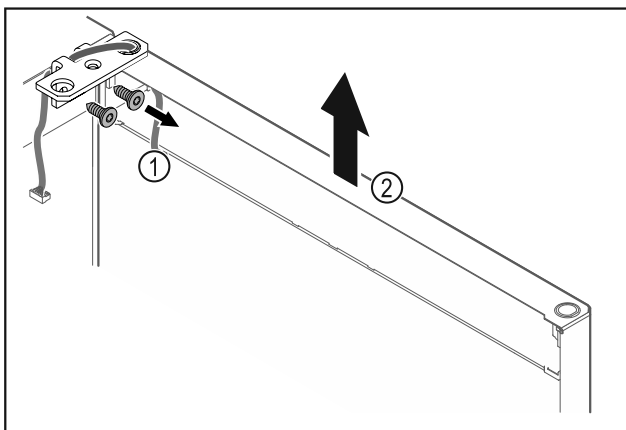

Fig. 24
- ▶ 拧下合页角铁 Fig. 24 (1)。
- ▶ 将冰箱门连同合页角铁一起笔直向上提升 Fig. 24 (2)大约 200 mm 并取下。